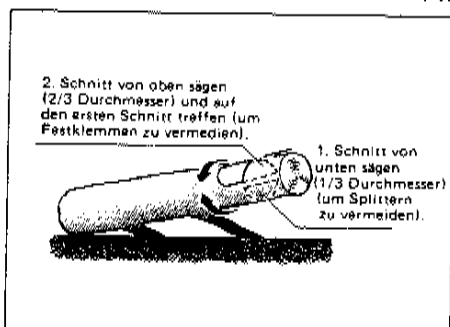

Abb. 19
- Wenn das Holz an einem Ende abgestützt ist, wie in Abb. 19 gezeigt, zuerst  $\frac{1}{3}$  des Durchmessers von unten her sägen. Danach den Schnitt von oben her führen, bis er auf den unteren Schnitt auftrifft.